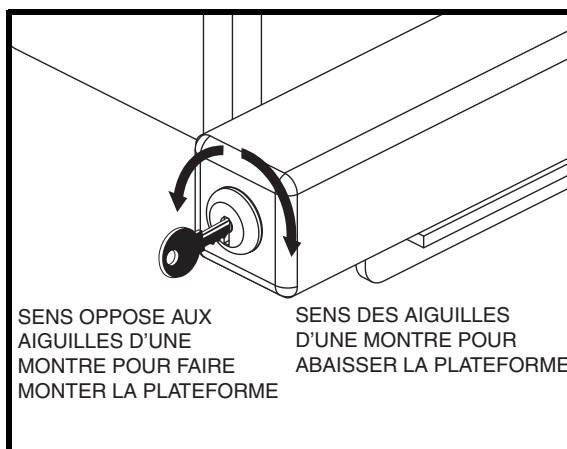

Figure 11. Fonction de la clé
2. Tournez et tenez la clé dans le sens des aiguilles d'une montre pour abaisser la plateforme. Voir la figure 11. Relâchez la clé dès que la plateforme touche le sol.
4. Soulevez la plate-forme de levage en tournant et en appuyant sur la clé dans le sens des aiguilles d'une montre. Voir figure 11.